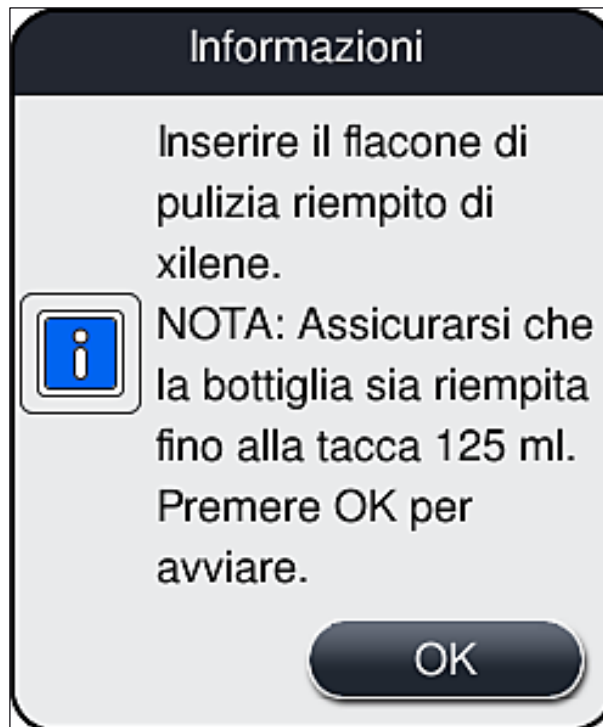

Fig. 101
10. Quindi confermare il messaggio informativo (→ Fig. 101) selezionando **Ok**.